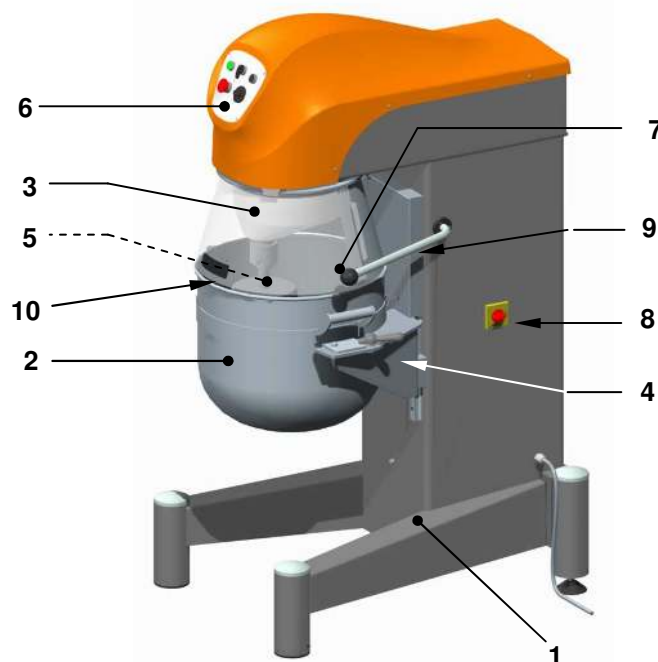

Рисунок 1 – Основные рабочие части оборудования
Основные составляющие оборудования (см Рисунок 1):
- 4 - зажимы, фиксирующие дежу; блок (каретка), частью которого они являются, может быть перемещён (вручную, как на Рисунок 1, или с помощью двигателя, в зависимости от модели) вверх, для установки дежи в рабочую позицию и вниз - для извлечения насадки и/или дежи,